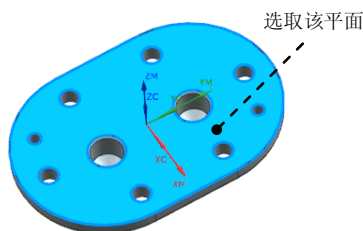

图 19.36 选取面
(1) 单击“钻埋头孔”对话框中 **指定顶面** 右侧的  按钮, 系统弹出“顶面”对话框。
(2) 在“顶面”对话框中的 **顶面选项** 下拉列表中选择 **面** 选项, 然后选取图 19.36 所示的面。
(3) 单击“顶面”对话框中的 **确定** 按钮, 返回“钻埋头孔”对话框。